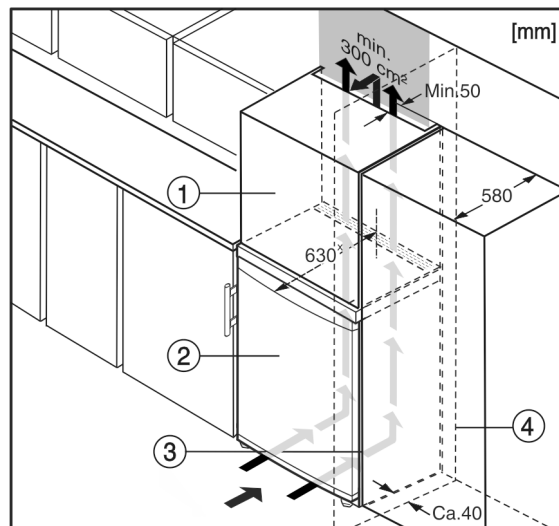

Fig. 6
- (1) Дополнительный шкафчик*
- (2) Устройство*
- (3) Кухонный шкаф*
- (4) Стена*
Устройство может быть окружено кухонными шкафами. Чтобы уравнять устройство Fig. 6 (2) по высоте с кухонной стенкой, можно установить над устройством дополнительный шкафчик Fig. 6 (1).
При комбинировании с кухонными шкафами (глубина макс. 580 мм) устройство можно установить непосредственно рядом с кухонным шкафом *Fig. 6 (3)*. Устройство выступает сбоку на 34 мм ^x и по центру на 50 мм ^x относительно передней стенки кухонного шкафа.
Если устройство установлено на шарнирах у стены *Fig. 6 (4)*, то расстояние между устройством и стеной должно быть не менее 40 мм. Настолько выступает ручка при открытой дверце.*